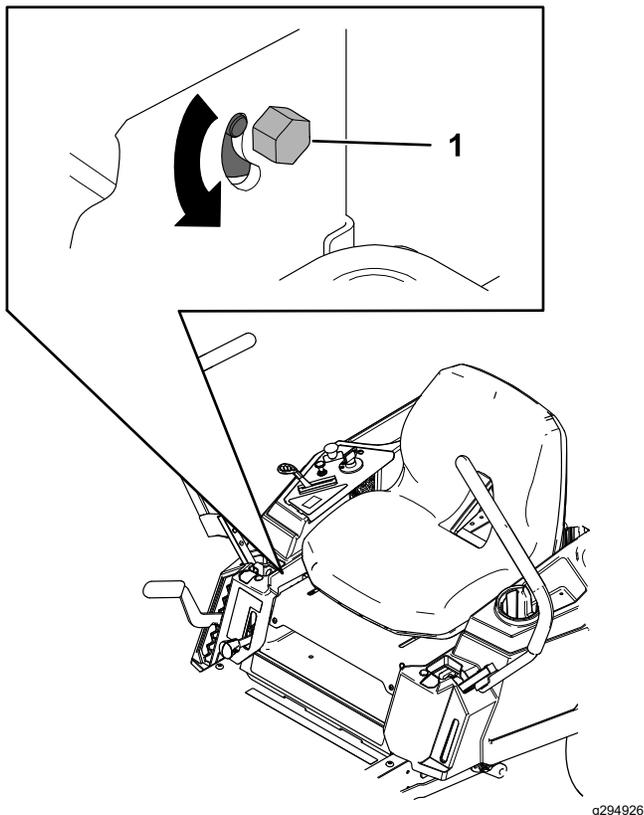

Рисунок 53
3. Найдите болт регулировки прямолинейности движения рядом с рычагом управления движением на той стороне, где требуется регулировка (**Рисунок 53**).